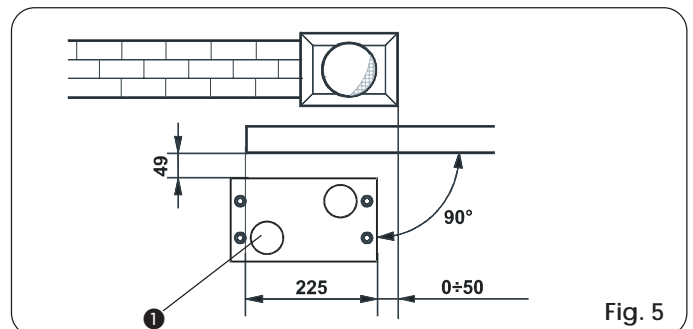
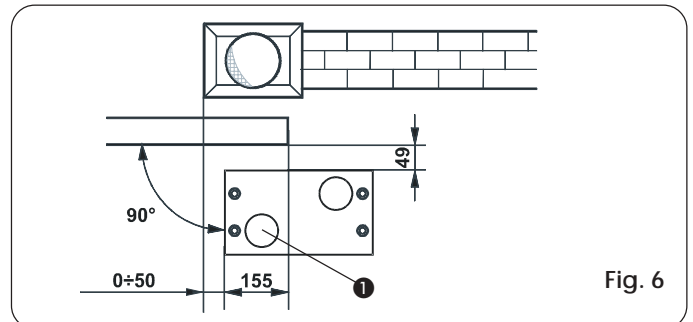

Fig. 5
Fig. 6
- 2) De funderingsplaat moet worden geplaatst zoals op Fig. 5 (sluiting naar rechts) of Fig. 6 (sluiting naar links) om te verzekeren dat het tandwiel en de tandheugel goed in elkaar grijpen.